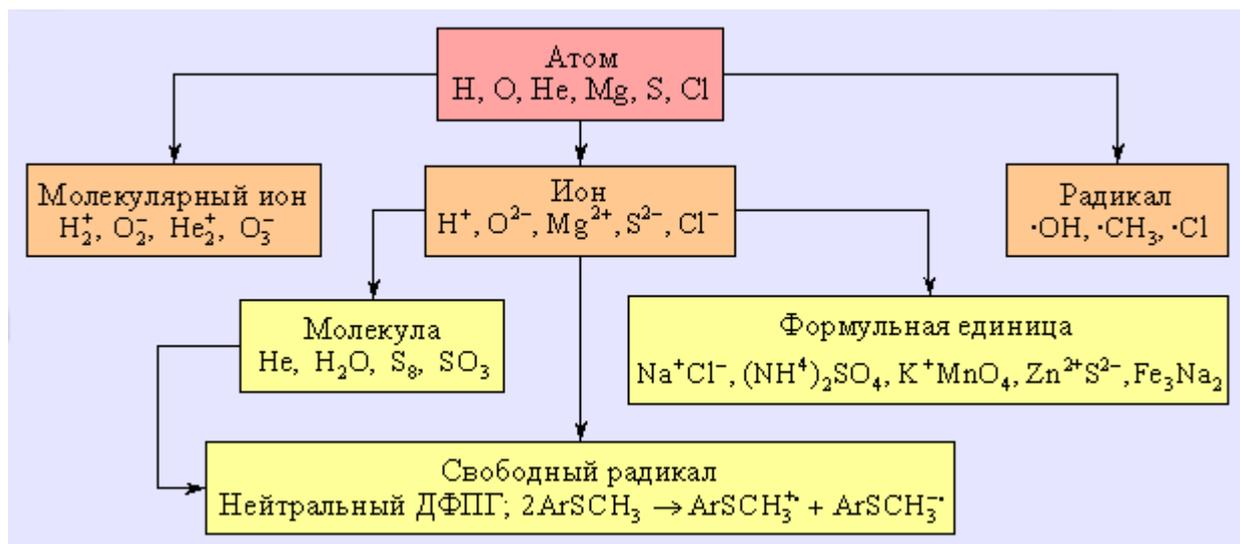

Рис. 6. Классификация атомно-молекулярных частиц и образований
**Атом** – наименьшая (неделимая химическим путем) часть элемента, сохраняющая все свойства, определенные зарядом ядра и электронной оболочкой. Составная часть вещества, содержащая одинаковые атомы, называется **химическим элементом**. Классификация атомно-молекулярных частиц и образований приведена на рис. 6.